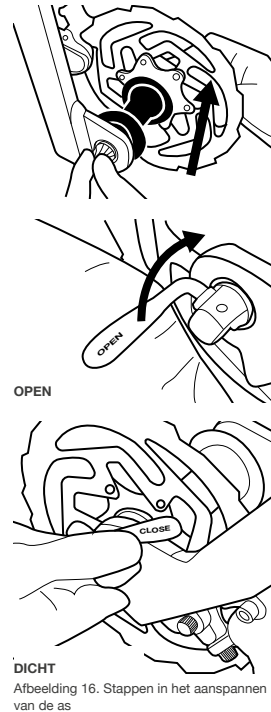

Afbeelding 15. De snelspanner openen
1. Zet de hendel van de as open. Je moet nu de markering 'OPEN' op de hendel kunnen zien, zoals wordt weergegeven op *Afbeelding 15*.